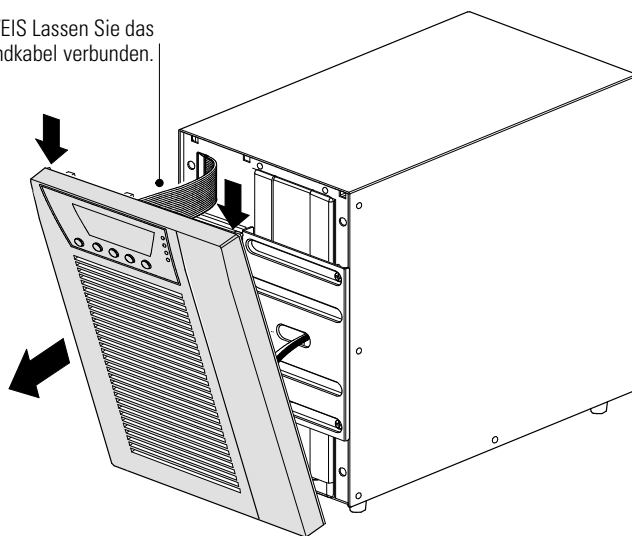

Abbildung 14. Entfernen der Frontblende von der USV
1. Frontblende der USV entfernen (siehe Abbildung 14).